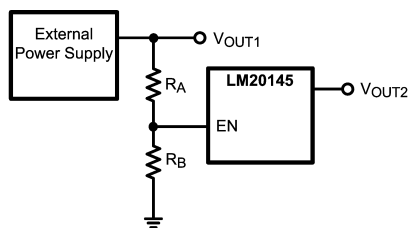

FIGURE 6. Sequencing LM20145 with Precision Enable
LM20145 は、入力電圧が 2.7V (代表値) に達しない限りスイッチングしないよう、アンダーボルテージ・ロックアウト保護回路を内蔵しています。アンダーボルテージ・ロックアウト・スレッシュホールドには 45mV のヒステリシスがあり、デバイスが起動中にパワー・オン・グリッチにตอบสนองのを防ぎます。設計ガイドラインの Figure 6 に示すとおり、必要に応じて、高精度イネーブル・ピンおよび VIN に接続された抵抗分圧ネットワークを使うことにより、電源のターンオン点を変更できます。
LM20145 の高精度イネーブル (EN) ピンおよびパワーグッド (PGOOD) ピンを使って、多くのシーケンス要件に対応できます。Figure 6 に示すとおり、2 つの外部抵抗を使用することにより、高精度イネーブル・ピンで LM20145 のターンオンを制御できます。